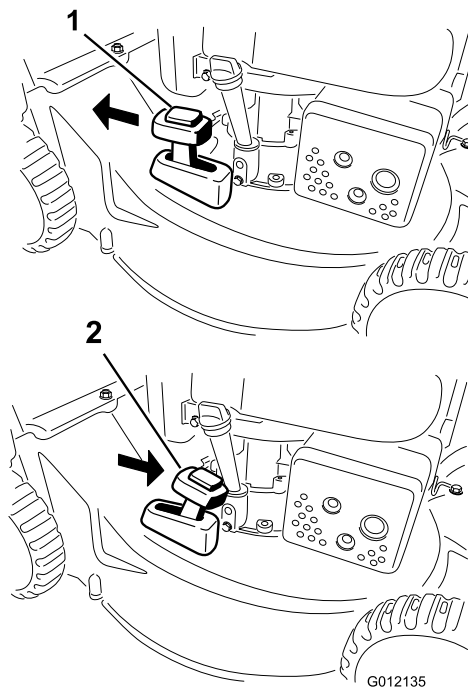

Bild 15
2. Drücken Sie die Taste oben am Hebel für Recycler/Fangkorb und schieben Sie den Hebel auf **Recycler** (nur Modell 20836) (Bild 15).
2. Hängen Sie den Fangkorb ein, wenn Sie das Schnittgut sammeln möchten (siehe Einsetzen des Fangkorbs⁴). Drücken Sie die Taste oben am Hebel für Recycler/Fangkorb und schieben Sie den Hebel auf **Fangkorb** (nur Modell 20836) (Bild 15).
Hinweis: Der Hebel für den Recycler/Fangkorb sollte in der Stellung **Fangkorb** (Bild 15) stehen.